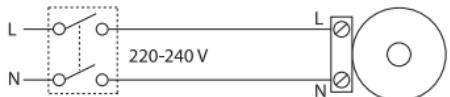

Fig. 4
Standard vifte som startes/stoppes med separat bryter. Koples iht. Fig. 4.
Med bevegelsessensor og timer. Viften starter av bevegelser i en avstand på 1 til 4 meter innenfor sensorens overvåkingsvinkel på 100°. Timer styrer ettergangstiden når bevegelser opphører, og kan justeres mellom 2-30 min. Koples iht. Fig. 4.
Viftene startes og stoppes med innebygget bryter med snortrekk. Koples iht. Fig. 4.
5. Elektrisk tilkoppling må utføres av autorisert installatør i henhold til kopplingsskjema, Fig. 4 - 5. Sørg for at ca. 25 cm kabel er tilgjengelig fra kabelingang slik at el-tilslutning kan utføres senere.
Standardfläkt som startas/stoppas med separat brytare. Kopplas enligt fig. 4.